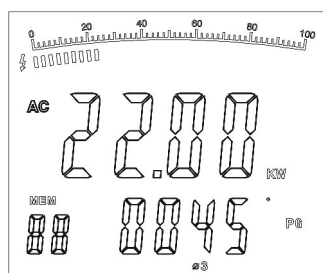

Figura 11
3. Dopo aver registrato il risultato della potenza della corrente bifase, premere di nuovo SEL per selezionare $\Phi 3$. Il doppio display mostra il valore KW della potenza attiva e il PG trifase, come nella figura 11.